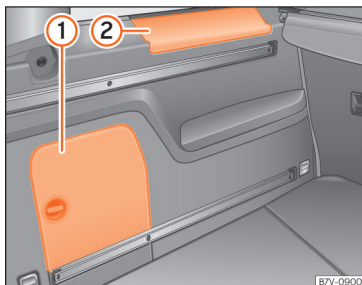

Abb. 167 Im Gepäckraum: seitliches Ablagefach.
Seitlich im Gepäckraum befinden sich weitere Ablageflächen » **Abb. 167** (1) und (2). Zum